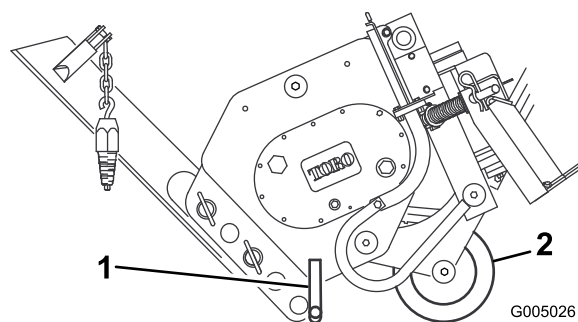

Figura 8
3. Ruotate la lama verso l'alto e fissatela in posizione come illustrato nella Figura 8.
4. Inclinate l'interratore in avanti e abbassatelo verso terra oppure verso il pavimento del rimorchio, in modo che il peso dell'interratore sia sostenuto dal supporto e dal vomere (Figura 8).